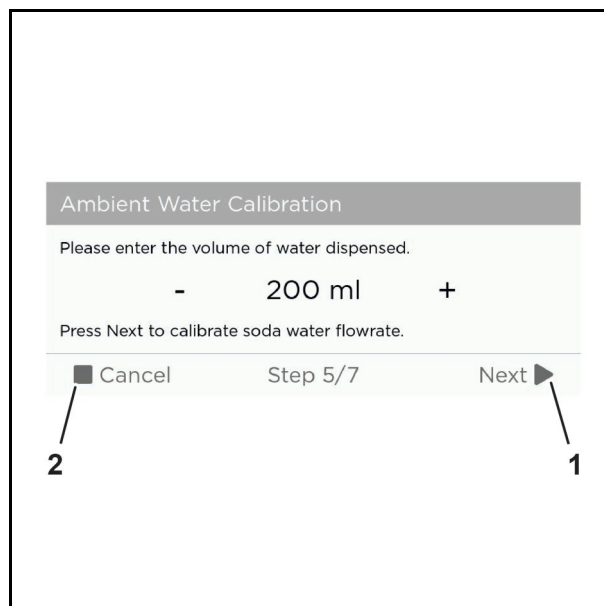

Abb. 61 Przykładowa grafika
12. Nacisnąć przycisk „Next” (dalej) (Abb. 61/1), aby kontynuować kalibrację lub „Cancel” (anuluj) (Abb. 61/2), aby anulować kalibrację.